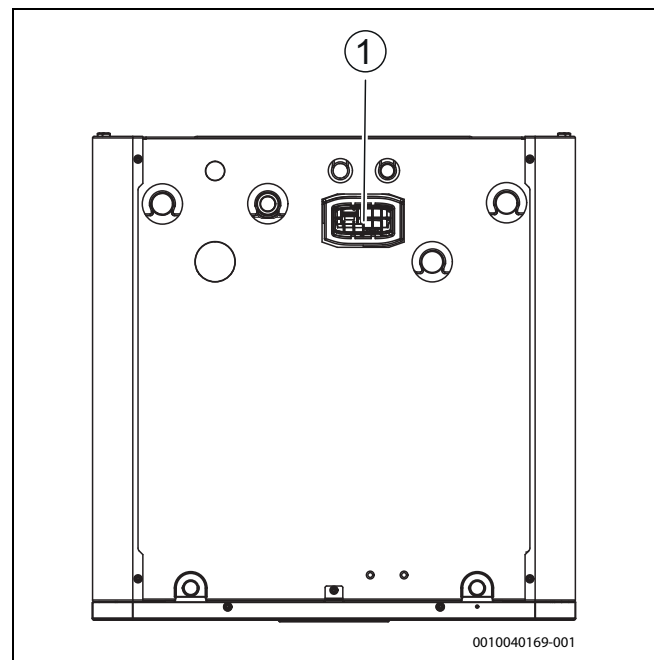

Bild 14 Connect-Key K30RF-Platzierung
- Modul in den Halter einsetzen (→ [1], Abbildung 14). Wenn das Modul richtig eingesetzt wurde, blinkt eine LED.